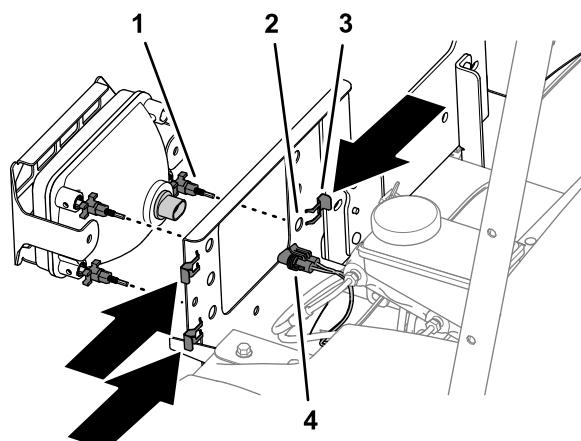

Figura 46
- 6. Collegate il connettore a 2 prese del cablaggio preassemblato della macchina al connettore a 2 pin nella parte posteriore del faro (Figura 46).